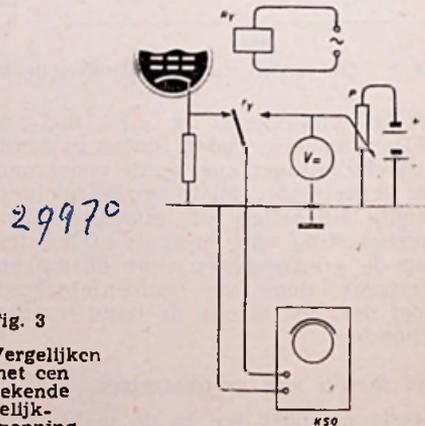

Fig. 3
2. Vergelijken met een bekende gelijkspanning (zie fig. 3).
In fig. 3 kunnen wij een voorbeeld zien van de katodestroom. De grootte van de meetweerstand kan hierbij 1 à